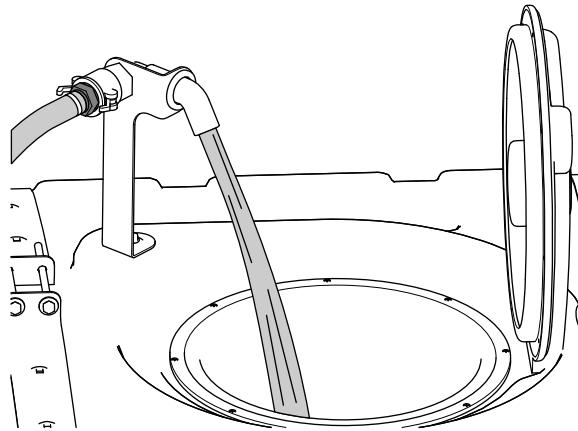

Рисунок 31
- Залейте 3/4 требуемого объема воды в бак опрыскивателя (Рисунок 31).